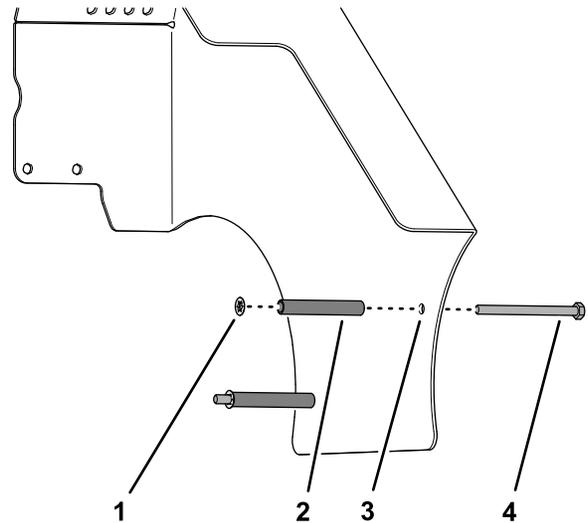

Bild 5
1. Führen Sie die Kopfschraube und das Distanzstück, die Sie in Entfernen des Riemenschutzes \(Seite 5\) entfernt haben, durch das Loch in den Riemenschutz ein (Bild 5).
2. Sichern Sie die Kopfschraube und das Distanzstück mit einem Sicherungsring am Riemenschutz (Bild 5).